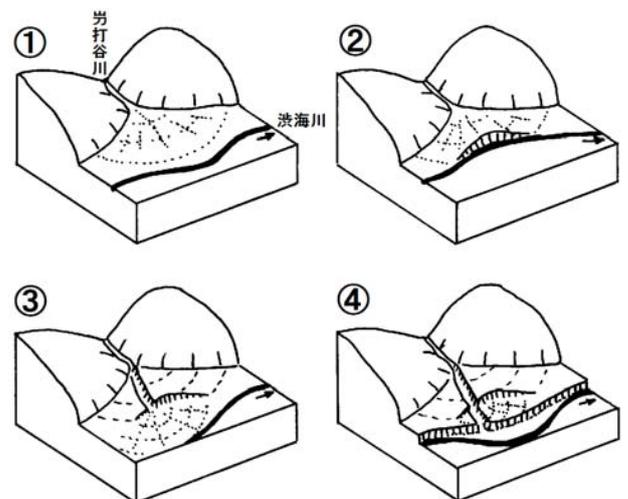

図5 支流の扇状地と本流の河岸段丘の関係
支流のつくる扇状地の末端が侵食されたり、段丘面上に小型の扇状地が載ったりするのは、どのような地形形成過程があったのでしょうか。図3の微地形そのものを復元するような図を描くのは難しいので、扇状地が段丘化するケースを模式的に図5に示しました。①→②→③→④と進みます。